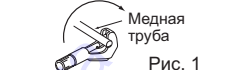

Рис. 1
- 1) Правильно режьте медную трубу с помощью трубореза. (Рис. 1, 2)